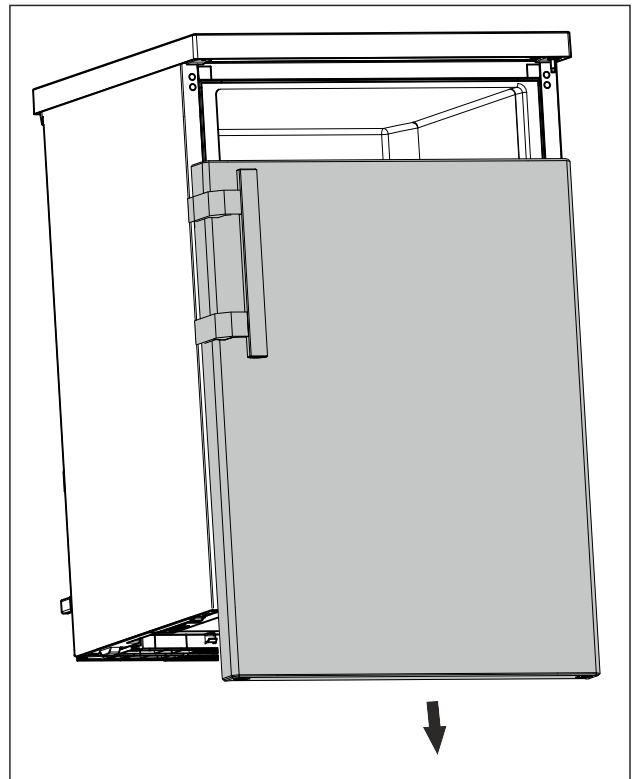

Fig. 9
- ▶ Ota ovi alaspäin pois. (katso Fig. 9)